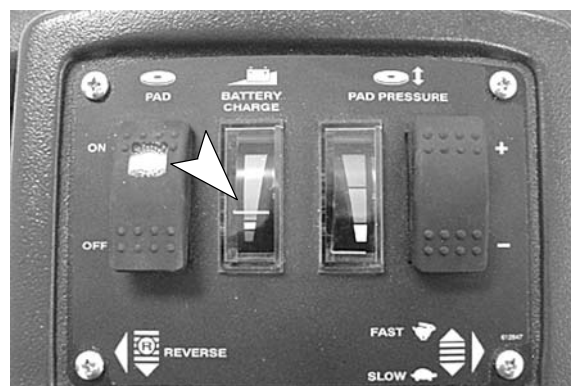

FIG. 16
6. Contrôlez périodiquement le niveau de charge des batteries. Quand l'aiguille passe dans la zone rouge, rechargez les batteries (Figure 16).